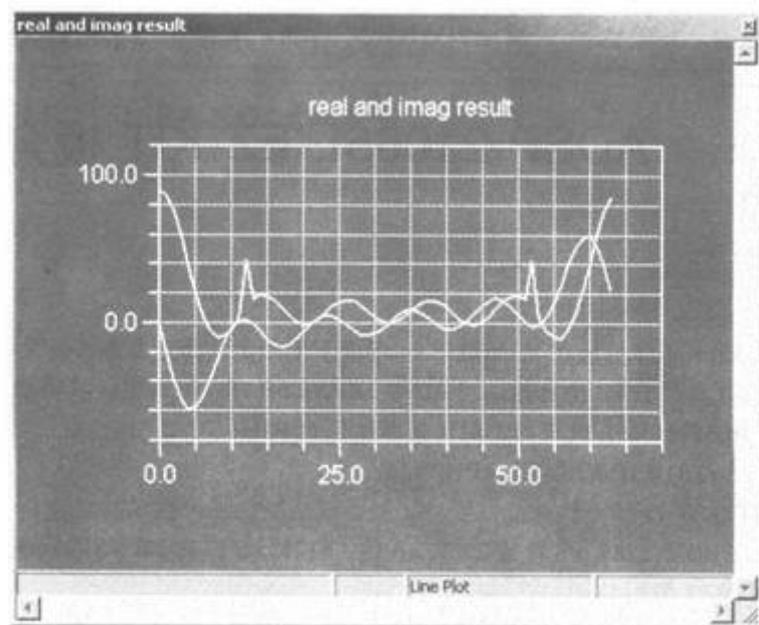

图 5-56 DFT 运算后的输出信号
10)利用绘图(Plot)来观察 DFT 运算后的输出信号,如图 5-56 所示,使用 Plot 功能可以将 DFT 运算结果的实部和虚部同时在一个图形上显示。